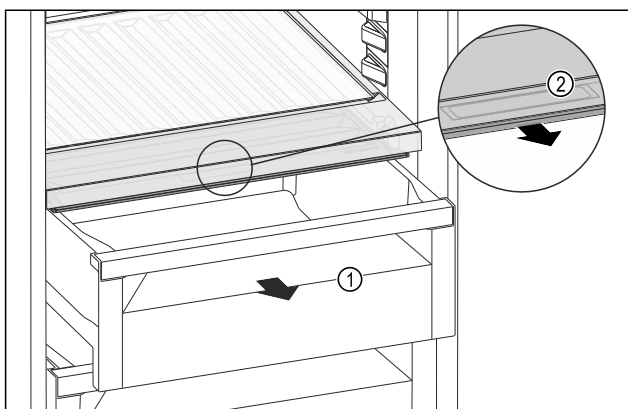

Fig. 160
- Retirer le tiroir Fig. 160 (1).
- Saisir la poignée encastrée Fig. 160 (2) du couvercle du compartiment et tirer le couvercle du compartiment par l'avant.